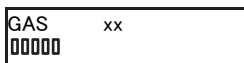

図12. サンプル表示
- ・モード: SCANモード(検出されたマーカータイプが表示されている)、または単一マーカーモード(電力、水など)(図12および13)
(図12 及び 13).